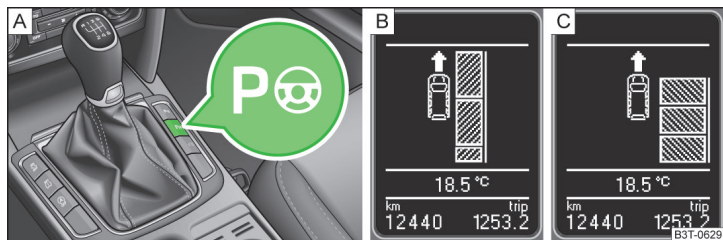

Fig. 149 Touche système/affichage sur le visuel
Le voyant  » fig. 149 à la page 166 -  dans la touche s'allume quand le système est activé.
- Appuyez **une fois** sur la touche symbole **P** » fig. 149.
S'affiche alors sur le visuel » fig. 149 - **B**.
- Appuyez **deux fois** sur la touche symbole **P** » fig. 149.
S'affiche alors sur le visuel » fig. 149 - **C**.
➤ Appuyez **une fois** sur la touche symbole  » fig. 149 à la page 166.